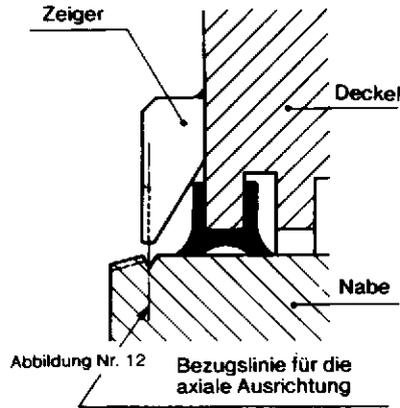

Abbildung Nr. 12
**Axiale Ausrichtung.** Bevor die Schraubenlöcher für den Festlagerbock gebohrt werden, müssen Getriebe und Trommel axial so ausgerichtet werden, daß der Zeiger und die Kerbe in der Nabe entsprechend Abbildung Nr. 12 übereinstimmen.